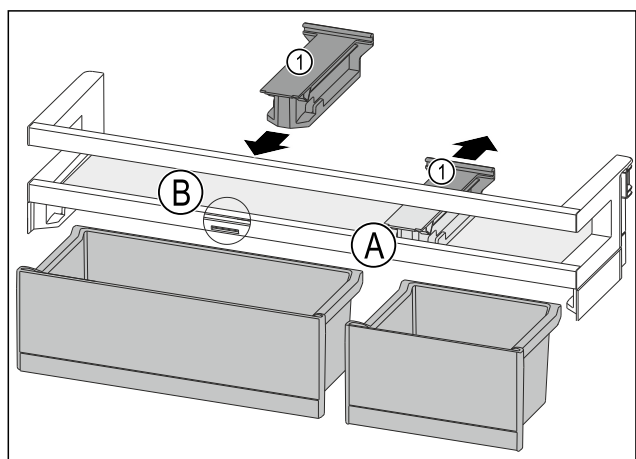

Fig. 184
- ▶ Halteteil Fig. 184 (1) in Position Fig. 184 (A) nach hinten abziehen.
- ▶ Halteteil Fig. 184 (1) in Position Fig. 184 (B) einsetzen.